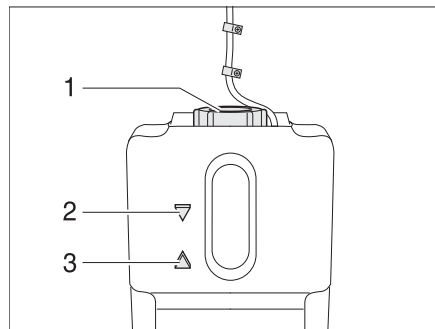

Bild 162 Expansionsbehållare varmvatten-värmesystem
- Kontroll av vätskenivå utförs på expansionsbehållaren (Bild 162), nivån ska ligga mellan markeringarna "MIN" (Bild 162,3) och "MAX" (Bild 162,2).
- Skruva på vridlåset (Bild 162,1) på expansionsbehållaren.